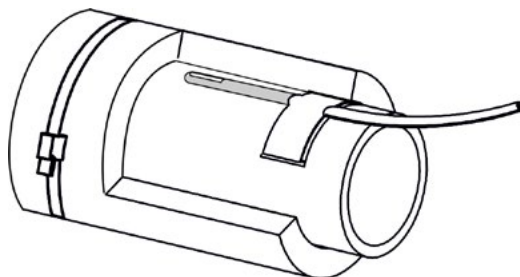

Рис. 18
2. Закрепите датчики на соответствующих патрубках котла с помощью скотча или изоляционной ленты (Рис.18). Наденьте поверх датчиков теплоизолирующие гильзы и закрепите их пластиковыми хомутами. Внешний вид датчиков может отличаться от представленного на рисунке.